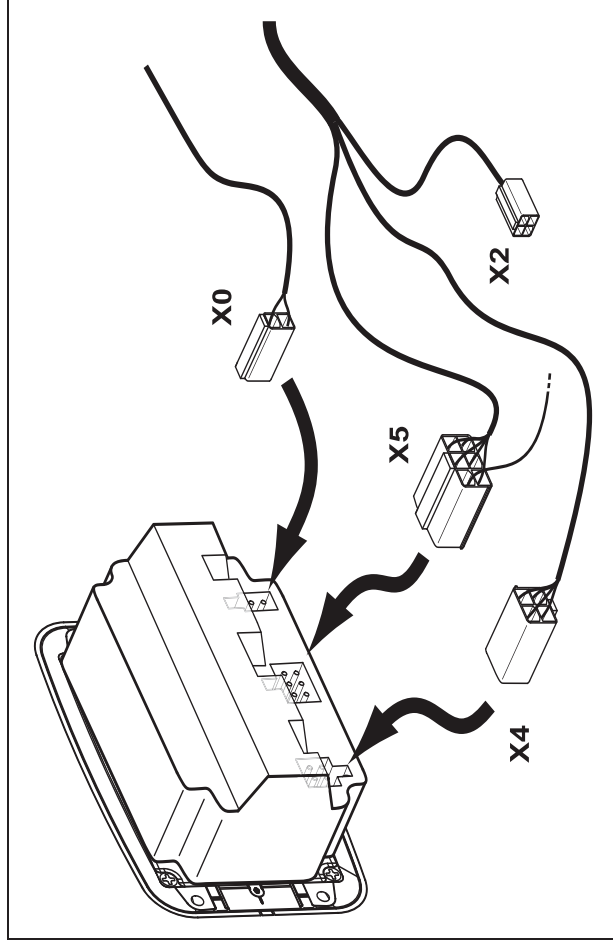

Fig. 51: Branchements électriques élément de commande manuel
- Brancher la fiche X4 (4 pôles) du faisceau de câbles sur l'élément de commande (voir Fig. 51).
- Brancher la fiche X0 (2 pôles) de la sonde de température intérieure sur l'élément de commande (voir Fig. 51).